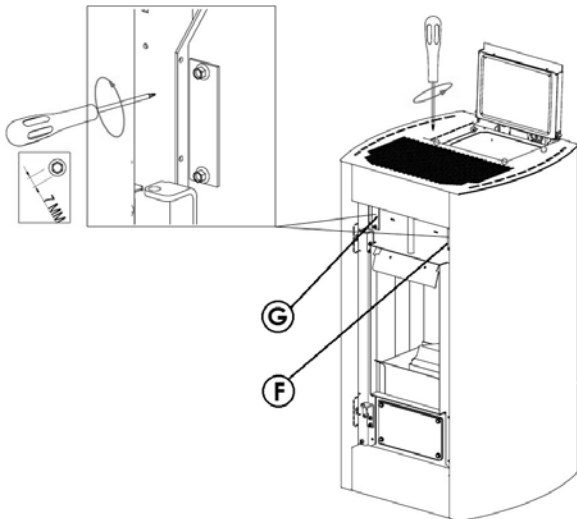

Fig. 84 - Verwijdering van de platen
- Als de kachel koud is, de deur openen en de plaat "F" verwijderen door de twee schroeven te verwijderen (zie **Fig. 84**).